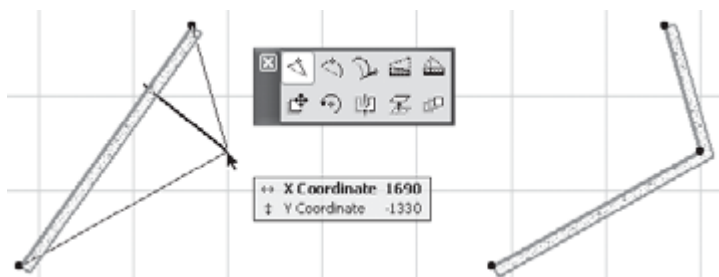

Рис. 5.14. Вставка узла
**Insert new node (Вставка узла).** С помощью этой операции можно изменять форму редактируемой стены, разбивая ее прямолинейные сегменты на две части. Если несколько раз последовательно выполнить данную операцию, можно из исходной прямой стены сделать ломаную. После выбора операции щелчком кнопки мыши укажите точку расположения нового узла стены (рис. 5.14). Образувавшиеся сегменты самостоятельны, их можно перемещать независимо друг от друга.